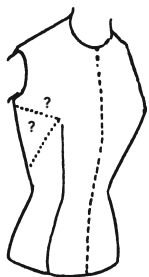
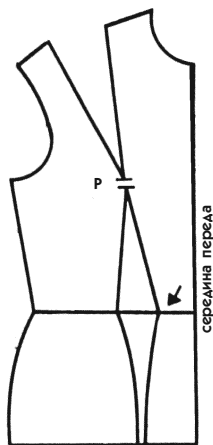

Рис. 127
Рис. 135
На рис. 127 представлена прилегающая модель, не отрезная по талии и с единственной вытачкой, идущей от высоты груди вниз. Две маленькие пунктирные линии, над которыми стоят знаки вопроса, подсказывают направление вытачки, идущей в боковой срез (не важно, горизонтальной или наклонной).
Полученное лекало совершенно соответствует модели на рис. 127, однако не исключается, что для некоторых тканей оно не подойдет.
Когда в моде *очень прилегающая одежда*, обычно используются все линии, подчеркивающие талию. Например, для силуэта, изображенного на рис. 127, надо переместить вытачку от талии, как показано на рис. 135.
- затем совместите оба лекала в последней позиции (новая вытачка талии на вытачке талии базового лекала) и поставьте острое карандаша в точку пересечения линии талии с концом первой линии вытачки (на рис. 135 эта точка отмечена стрелкой). Снова поверните бумагу, чтобы совместить новую линию, продолженную на баске, с подобной линией базового лекала. Переведите вторую линию, которая будет видна через кальку, и вы получите лекало, изображенное на рис. 135.